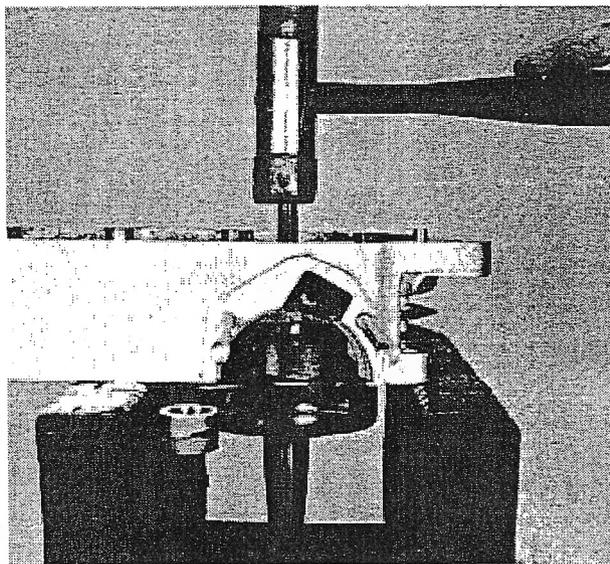

FIG 19
4. Cuando el cárter izquierdo este calentado a la temperatura deseada enrolla un trapo alrededor del eje del lado de la magneto y tira del cigüeñal hacia fuera. El rodamiento de lado de la transmisión se quedará en el brazo del cigüeñal. Si el cigüeñal no sale apoya el cárter en dos piezas madera de manera que el cigüeñal quede entre ambas, empujalo hacia abajo para que salga ( Fig 19). Si es necesario, golpea el final del eje de la transmisión suavemente con un martillo de goma.